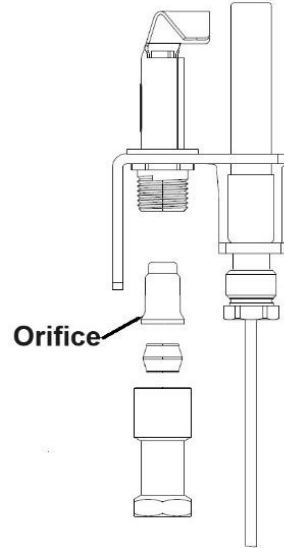

Fig. 6
8. Cambie la esprea del piloto para el gas requerido; ensamble nuevamente la tubería al piloto (Fig.6).